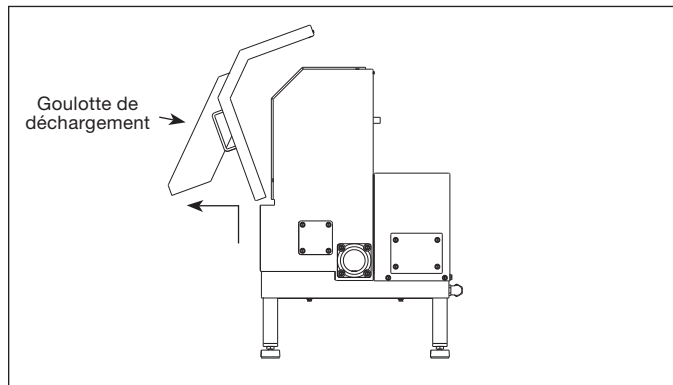

Figure 25.
2. En tenant les deux poignées, retirez la goulotte de déchargement en l'inclinant vers le haut (voir la figure 25).